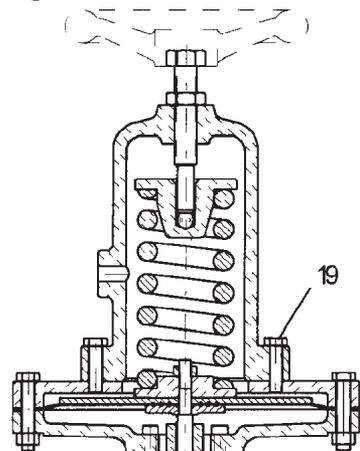

Fig.4
3.2.3 AVVERTENZA/AVVISO SULL'USO DI ATEX: Quando si movimentano/lavora con fluidi innocui (ad es. gas inerti, come azoto, biossido di carbonio e gas nobili) l'astuccio molla non è normalmente ermetico (costruzione ATEX, Gruppo II- Cat.2) e presenta un foro (5) in Fig.6 e 7 che impedisce la pressurizzazione se la membrana si rompe. Se l'astuccio molla è a tenuta ermetica (Fig.4), realizzato in acciaio al carbonio e acciaio inox, il foro (5) nella Fig.6 e 7 è sempre filettato 1/4" NPT e deve essere collegato a un tubo che trasporta lo scarico in un luogo adatto (in modo sicuro e costantemente alla pressione atmosferica).
Rimuovere la compressione della molla svitando la vite di regolazione (in senso antiorario), dopo avere allentato il dado di sicurezza. La posizione del dado di sicurezza deve essere annotata per consentire una regolazione preliminare più vicina al momento del riassettaggio. Se il regolatore è provvisto di un tappo di tenuta (Fig.4), rimuovere per prima cosa il tappo (30) e la guarnizione.